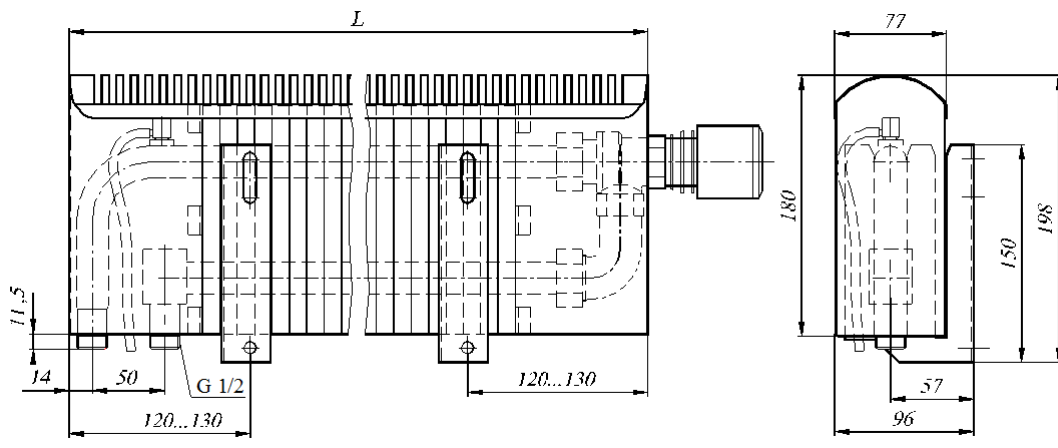

Рис.2 Конвектор «Новотерм» СКНН 204...225 Т1
- 4.4 Размеры изделий представлены на Рис.2, 3, 4, 5, 6, 7 и таблице 1.